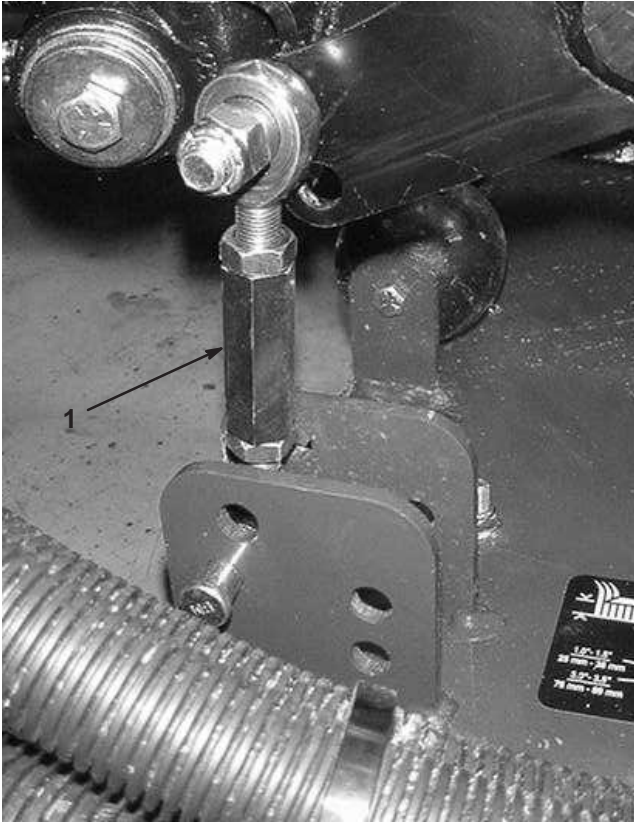
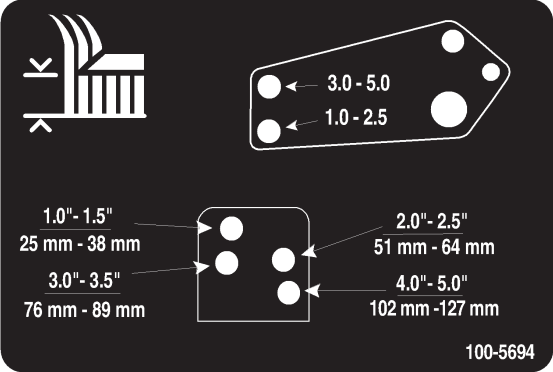

Figure 18
Figure 19
5. Enlevez les goupilles fendues et les axes de chape de fixation des biellettes d'amortisseurs aux supports du plateau de coupe (Fig. 18). Alignez les trous de la biellette d'amortisseur avec ceux du support de hauteur de coupe sélectionné dans le bâti des plateaux de coupe (Fig. 19). Insérez les axes de chape et installez les goupilles fendues.